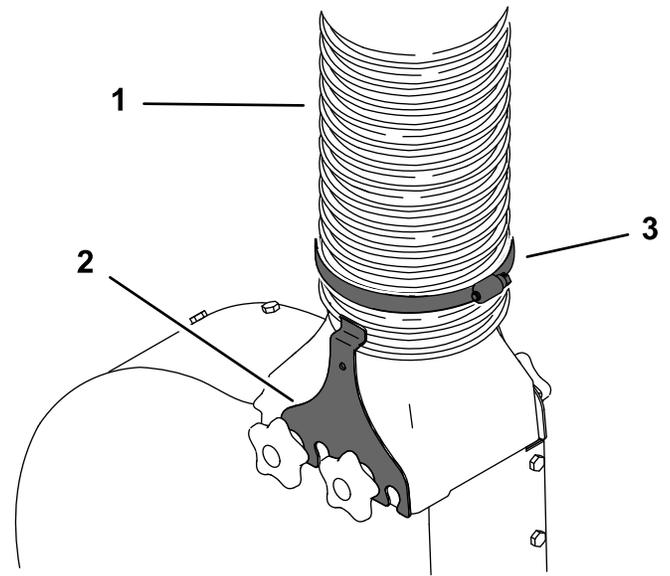

Figure 20
2. Fixez l'autre extrémité du tube sur l'ensemble ventilateur à l'aide du collier de serrage et des 2 colliers de ventilateur (Figure 20).